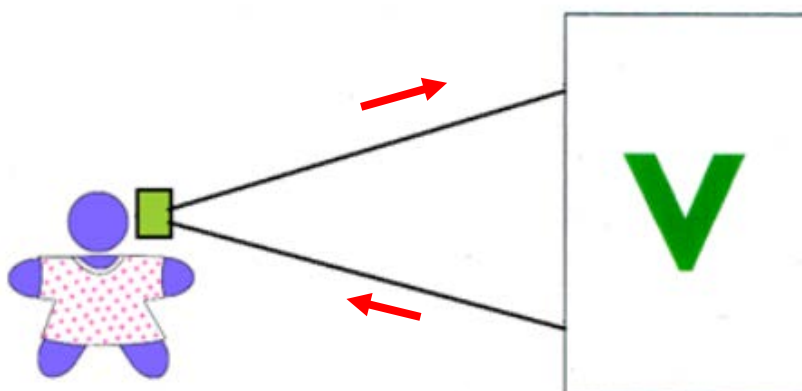

Fig.8. Posición tras la administración de aerosoles.
- Una vez finalizada la administración, retirar el filtro bacteriano/viral de la válvula espiratoria y colocar un nuevo filtro HME en su posición inicial (Fig. 8).